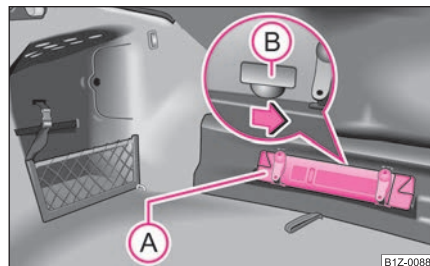

Fig. 30 Desbloqueo de emergencia de la tapa de maletero
- Sacar el triángulo de advertencia*  ⇒ fig. 30.